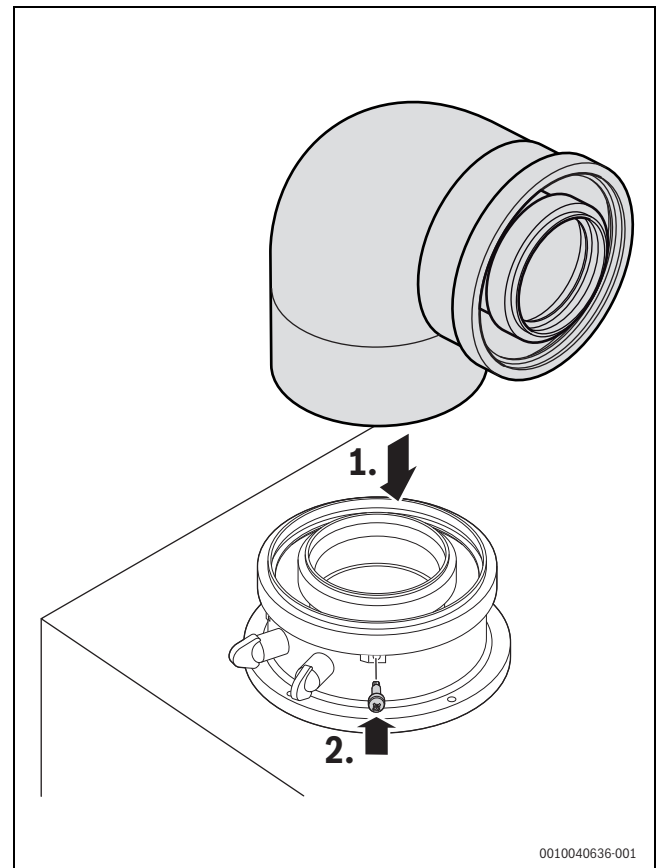

Fig. 31 Colocar el accesorio para evacuación de gases y asegurarlo con 3 tornillos
- ▶ Conectar el accesorio de evacuación (→ fig. 31).